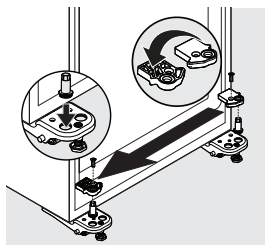

Figura 3
9. Con un destornillador de cabeza Torx T20, retire el tornillo del tope de la puerta y retire el tope de la puerta (consulte la Figura 3).
10. Usando una llave de cubo de 5/16 pulg., desatornille la clavija de la bisagra inferior (vea la Figura 3).
11. Vuelva a instalar el pasador de la bisagra inferior en el orificio del lado izquierdo en la bisagra del lado izquierdo (consulte la Figura 3).
12. Invierta el tope de la puerta. Vuelva a instalar el tope de la puerta en la parte superior de la bisagra inferior con el tornillo (consulte la Figura 3).